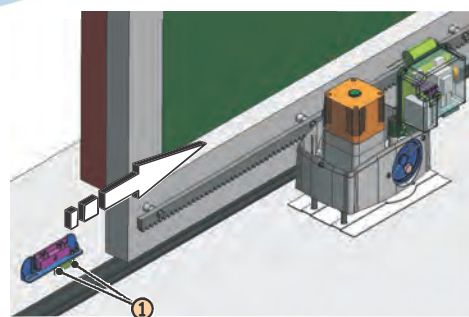

Fig. 19
- ② Predisporre l'operatore per il funzionamento manuale come da paragrafo 8 ed alimentare il sistema.
- ③ Portare manualmente il cancello in posizione d'apertura lasciando 4 cm dall'arresto meccanico di finecorsa.
- ④ Far scorrere sulla cremagliera, nella direzione del motore, il magnete più vicino all'operatore, vedi figura 19. Appena il led relativo al finecorsa presente sulla scheda si spegne far avanzare il magnete di altri 10 mm e fissarlo con le apposite viti (Fig. 19 rif. ①).